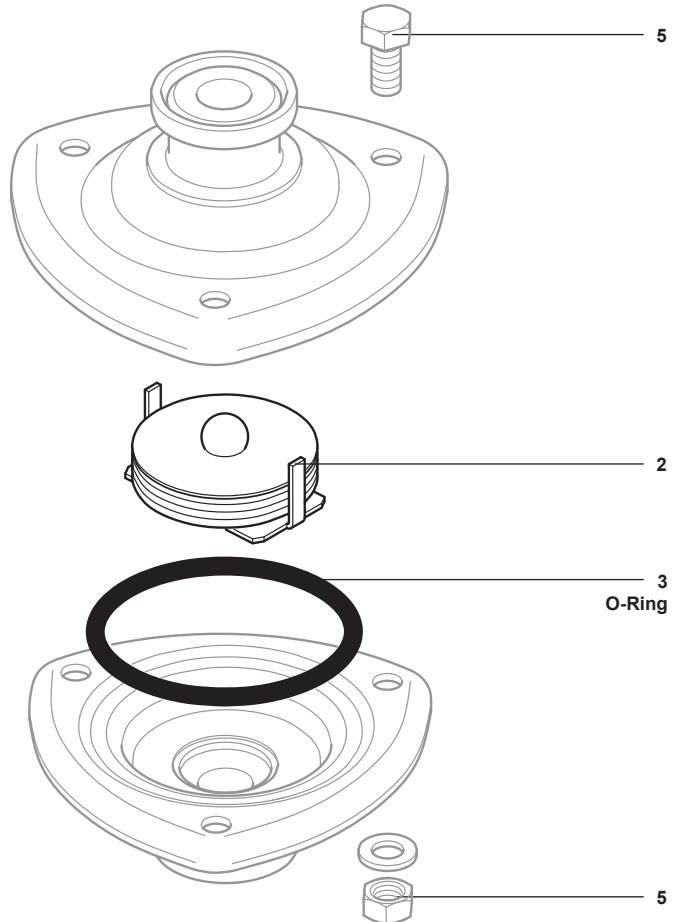

Abb. 2
- Der Endanschluss mit Innensitz, Dichtung und Kapsellementsatz kann dann zur Reinigung oder zum Austausch entfernt werden. Stellen Sie sicher, dass die Kapsel beim Zusammenbau in der richtigen Position angebracht wird (siehe Abb. 2).